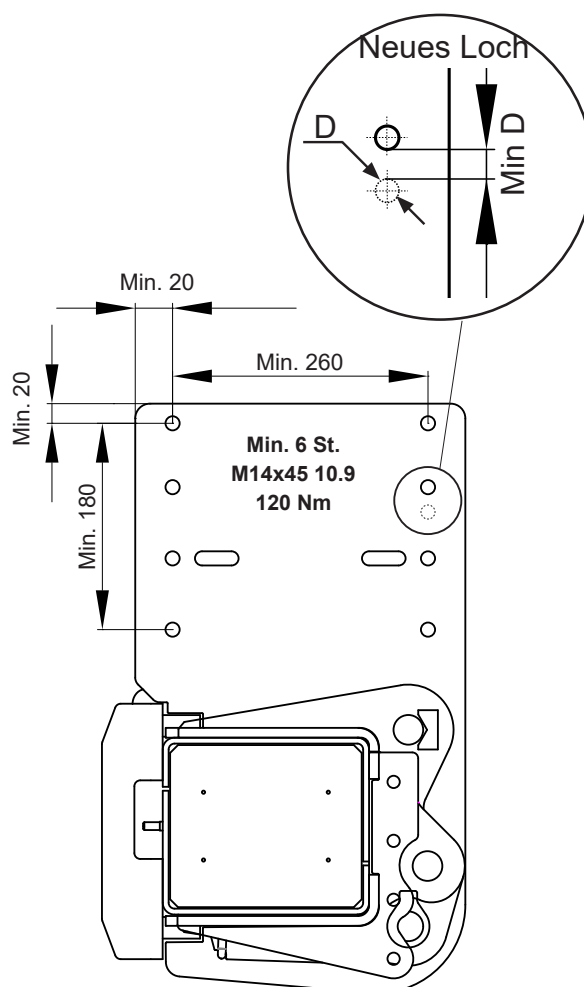

Abb.29. Montieren Sie die Rahmenbefestigung mit mindestens 6 Schrauben M14x45 10.9
9. Bei der Montage des Rahmens ohne vorgebohrte Löcher, montieren Sie zuerst eine Schraube in das vorgebohrte Loch der Befestigungen. Markieren Sie auf dem Fahrzeugrahmen die Mitte in den vorgebohrten Löchern der Befestigungen und bohren Sie dann Löcher von $\varnothing 14$ mm in den Rahmen, siehe Abb.29.